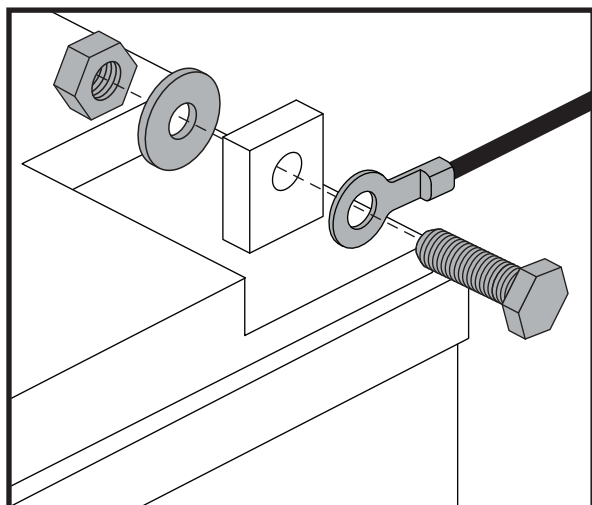

Abb. 14. Befestigungselemente für den Batterieanschluss
5. Trennen Sie die Batterienkabel von den Batterieanschlüssen, indem Sie die Anschlusskappchen zurückschieben und die Mutter abschrauben. **Siehe Abb. 14.**